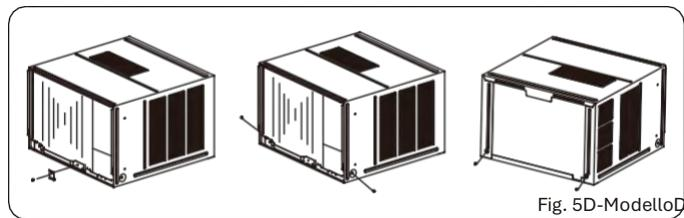

Fig. 5D-Modello D
1. Rimuovere una vite che fissa la staffa di montaggio del telaio, quindi smontare la staffa di montaggio del telaio (cfr. Fig. 5D).